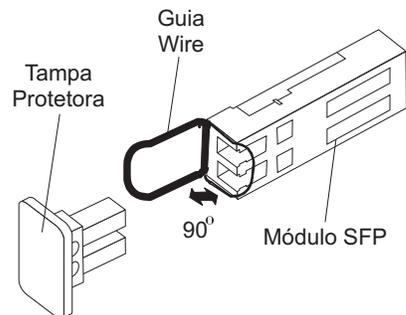

Figura 17. Destravando a Trava do Módulo SFP - Variedade Plástica
- Para módulos SFP que contêm guias de plástico, destrave a trava do módulo SFP puxando a guia de plástico 10° para fora, conforme mostrado na Figura 17.